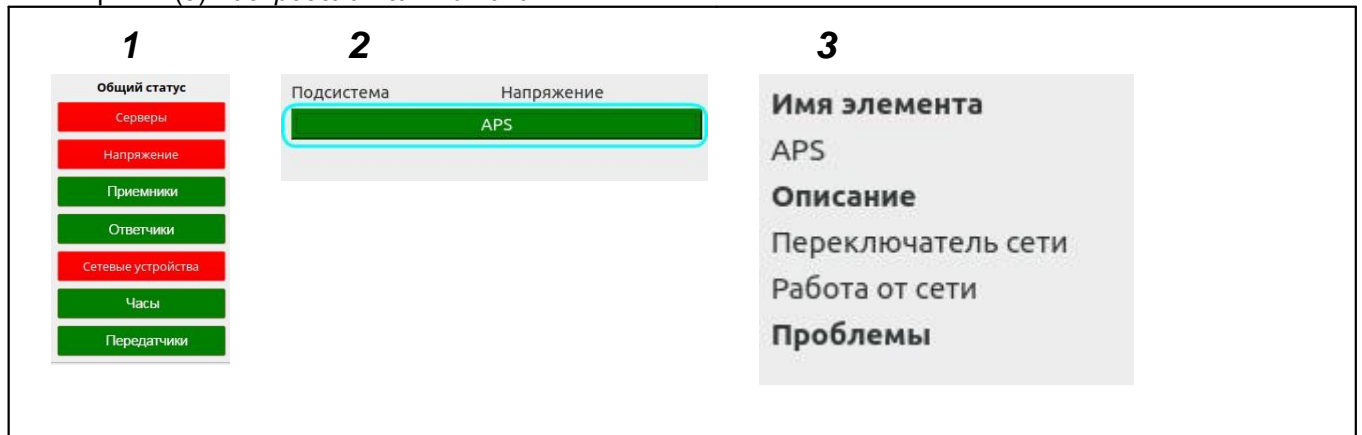

Рисунок 16 – Просмотр состояния распределителя питания
На составном скриншоте (рис. 16) представлена последовательность действий (1 и 2) для открытия окна мониторинга (3) *Распределителя питания*.
**Область мониторинга** (3 на рис. 16) предоставляет текстовые данные о состоянии выбранного элемента. В поле *Проблемы* выводятся причины, вызвавшие отклонения от штатного режима работы.